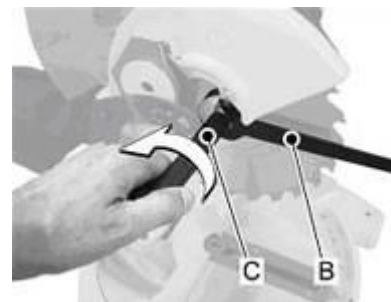

Рис. 7
Зафиксируйте вал пилы с помощью двойного торцевого ключа (B, рис. 7) и прочно затяните зажимной винт с помощью вставленного гаечного ключа (C).